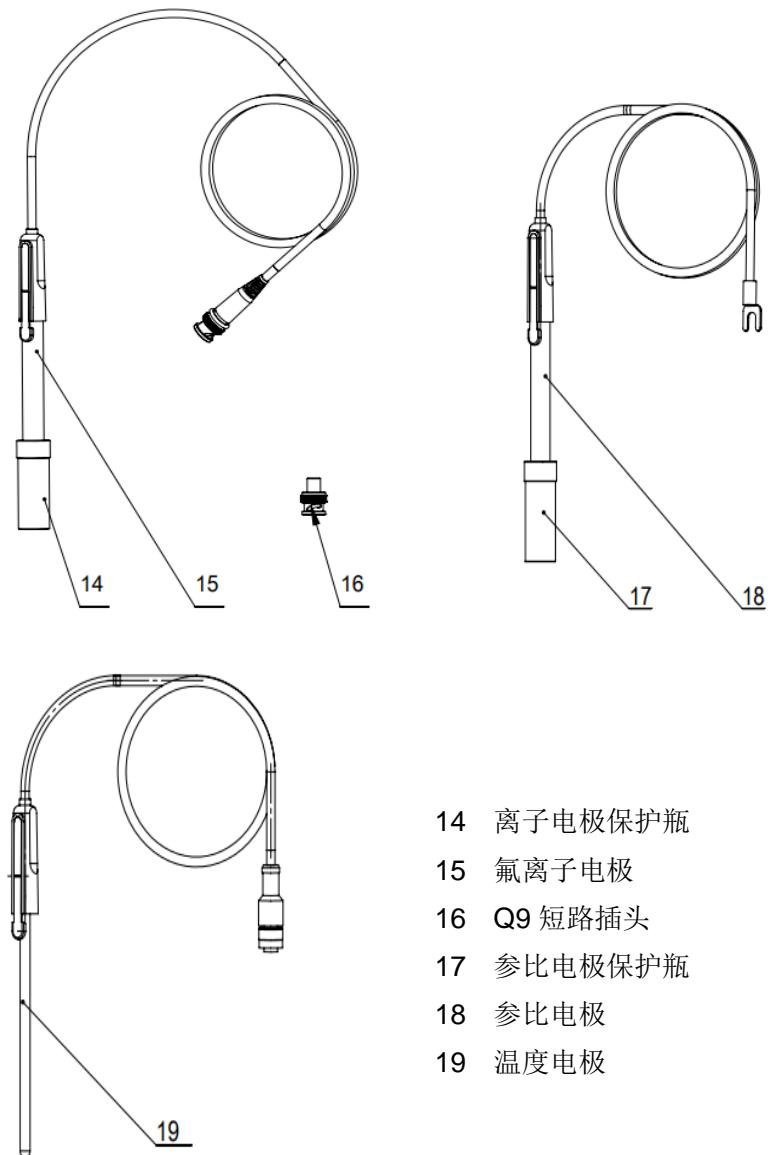

图 4-3 电极示意图
- 1) 将氟离子电极（15）（图 4-3）安装在电极架（5）上。